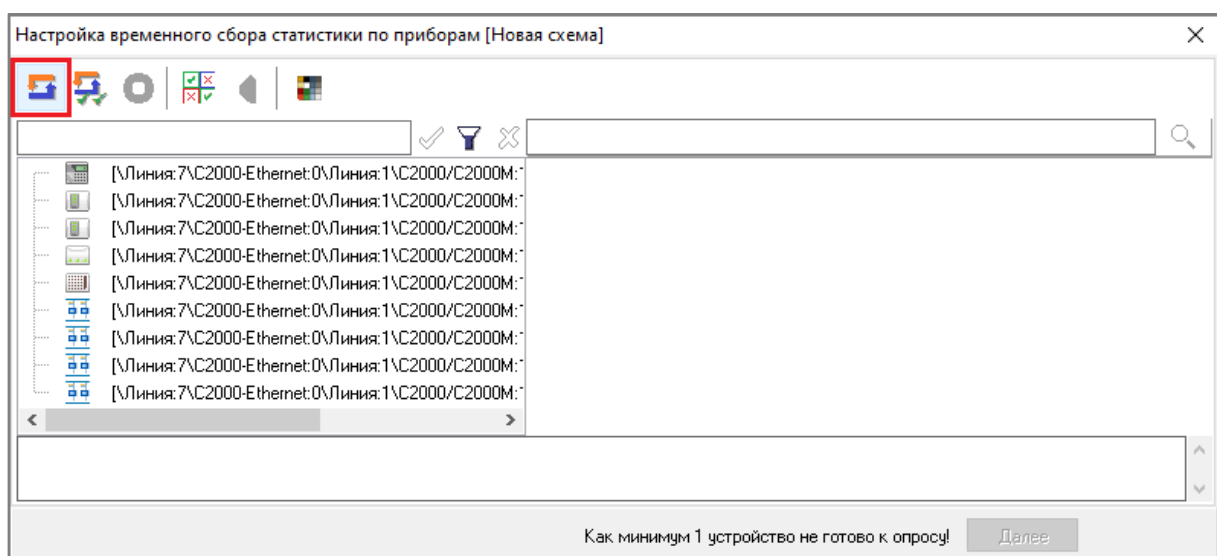

Рисунок 11-150 Запуск процесса инициализации всех объектов списка инициализируемых объектов
- чтобы запустить процесс инициализации всех объектов списка инициализируемых объектов (см. п. 11.6.7.3.2.1), нажмите кнопку  «Инициализировать все элементы» (см. Рисунок 11-150);